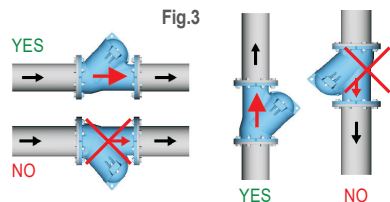

Fig.3
- Respectez le sens de montage à l'aide de la flèche sur le corps. Fig.3
- Follow the direction of assembly using the arrow on the body. Fig. 3
- Observe el sentido de montaje mediante la flecha del cuerpo. Fig. 3
- Соблюдайте направление потока среды по стрелке на корпусе клапана. Fig. 3
- Bemerken Sie die Montage-richtung mit dem Pfeil auf dem Körper. Fig.3
- Let op de montage-richting met behulp van de pijl op de behuizing. Fig.3
- Respeitar o sentido de montagem das válvulas verificando a seta no seu corpo - Fig.3